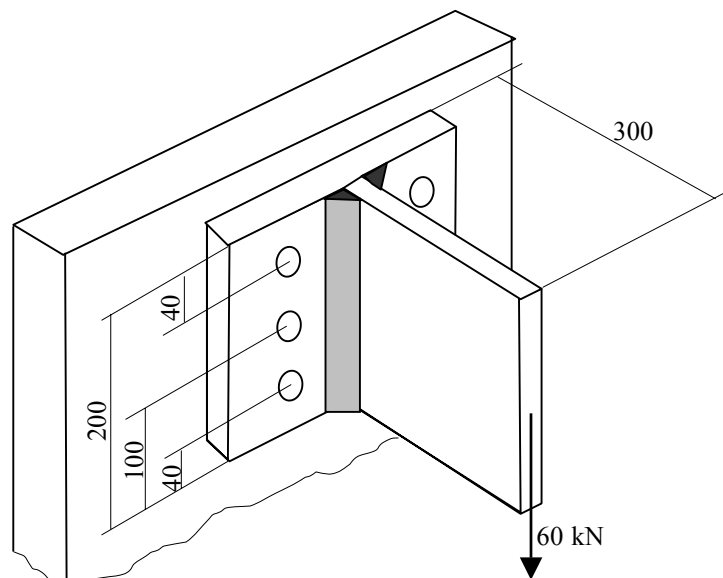

Fig.2
Si consideri la mensola di Fig.2 soggetta ad un carico P di 60 kN. Per la bullonatura sono utilizzate 6 viti M20 (sez.resistente= 245mm^2), di classe 8.8 ($\sigma_{amm}=373\text{MPa}$, $\tau_{amm}=264\text{MPa}$).
- 3) Verificare la resistenza del giunto saldato di Fig.2 sotto l'azione di $P=60\text{ kN}$, considerando la lunghezza efficace del cordone e sapendo che il cordone ha sezione triangolare di lato pari a 12mm, $\sigma_{amm}=235\text{MPa}$, i coefficienti della tensione ammissibile $f_1=0.85$, $f_2=1$.